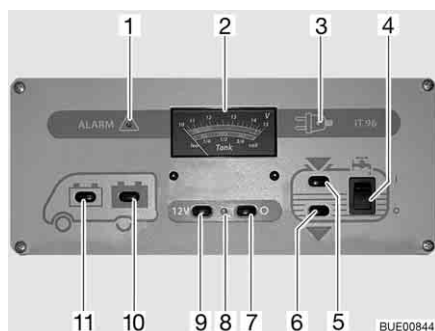

Fig. 156 Painel de controlo IT 96-2
O interruptor principal de 12 V (Fig. 156,7 e 9) liga e desliga o painel de controlo e a alimentação de 12 V do habitáculo.
Ligar: ■ Prima o interruptor (Fig. 156,9) "12 V": É ligada a alimentação de 12 V do habitáculo. A luz piloto (Fig. 156,8) acende-se com luz verde.
Desligar: ■ Prima o interruptor (Fig. 156,7) "O": É desligada a alimentação de 12 V do habitáculo. A luz piloto (Fig. 156,8) apaga-se.
No indicador V/Reservatório (Fig. 156,2) tenha em conta a escala superior. O indicador é automaticamente iluminado, logo que for premido um interruptor.
- Prima o interruptor (Fig. 156,11) : É indicada a tensão da bateria de arranque.
- Prima o interruptor (Fig. 156,10) : É indicada a tensão da bateria do habitáculo.
No indicador V/Reservatório (Fig. 156,2) tenha em conta a escala inferior. O indicador é automaticamente iluminado, logo que for premido um interruptor.
- Prima o interruptor (Fig. 156,5) "": É indicada a quantidade de água.
- Prima o interruptor (Fig. 156,6) "": É indicada a quantidade de águas residuais.
Ligar: ■ Prima o interruptor basculante (Fig. 156,4) em cima "I": O abastecimento de água está ligado.
Desligar: ■ Prima o interruptor basculante (Fig. 156,4) em baixo "O": O abastecimento de água está desligado.
A luz vermelha de aviso "ALARME" (Fig. 156,1) fica a piscar, logo que a tensão da bateria do habitáculo 11 V (medição durante o funcionamento) desça abaixo o nível mínimo, havendo assim ameaça de descarregamento total.
A luz piloto de 12 V (Fig. 156,8) acende-se, quando está ligado o interruptor principal de 12 V (Fig. 156,9).
A luz piloto amarela de 230 V (Fig. 156,3) acende-se, quando à entrada da central elétrica existe tensão de rede.